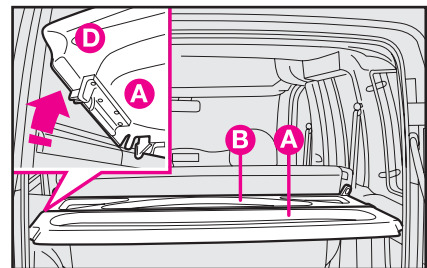

fig. 124
Il ripiano è costituito da due parti **fig. 124**. Per rimuoverlo completamente, agire come segue:
- 2) Sollevare la parte **A-fig. 124** del ripiano, fino ad adagiarla sulla parte **B**.
Per rimontare il ripiano posizionare gli agganci centrali **D**-fig. 124 nelle apposite sedi; successivamente ribaltare la parte **B** quindi la parte **A** assicurandosi dell'avvenuto aggancio nelle apposite sedi sulle mensole.